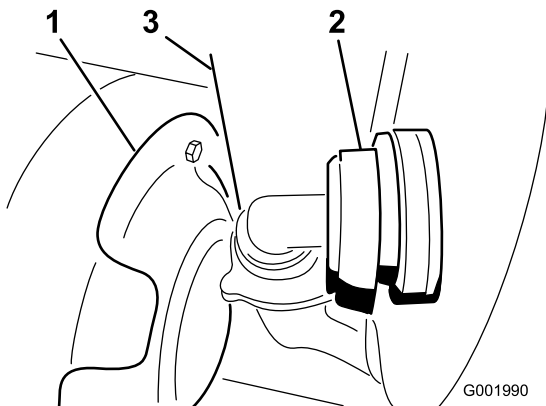

図 56
3. タンクの前壁の下にあるホースを外す (図 56)。
注 防熱シールド (図 56) を押しのけないとカバーが取り外せない場合があります。
7. タンク前面下のホースを接続する (図 56)。